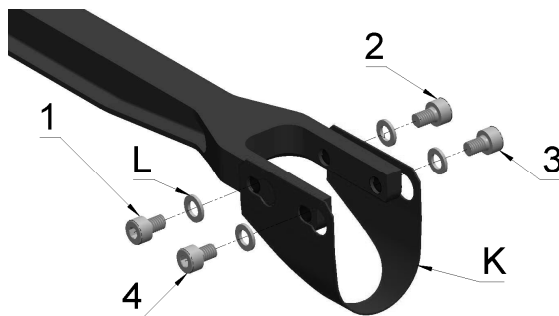

Abb. 6 Attacco lama EFA-RZ100
- Fissare la lama (pos. K fig. 6) prima con il disco (pos. L fig. 6) e la vite (pos. 1 fig. 6).
- Fissare il disco (pos. L fig. 6) con la vite (pos. 2 fig. 6).
- Fissare il disco (pos. L fig. 6) con la vite (pos. 3 fig. 6).
- Fissare il disco (pos. L fig. 6) con la vite (pos. 4 fig. 6).